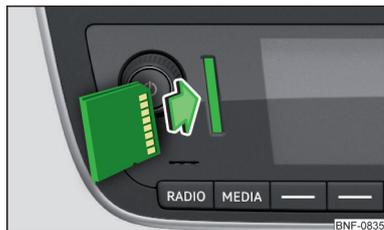

Fig. 104
- **Insérez** la carte SD dans le lecteur respectif dans le sens de la flèche, jusqu'à ce qu'elle « s'enclenche » » fig. 104 (avec le coin oblique en premier et orienté vers le haut).